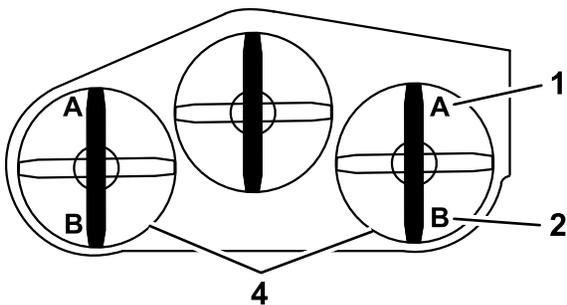

Figure 72
- De chaque côté du tablier de coupe, mesurez la distance entre la surface plane et la pointe avant de la lame (position A), comme montré à la Figure 72.
16. De chaque côté du tablier de coupe, mesurez la distance entre la surface plane et la pointe arrière de la lame (position B), comme montré à la Figure 72.